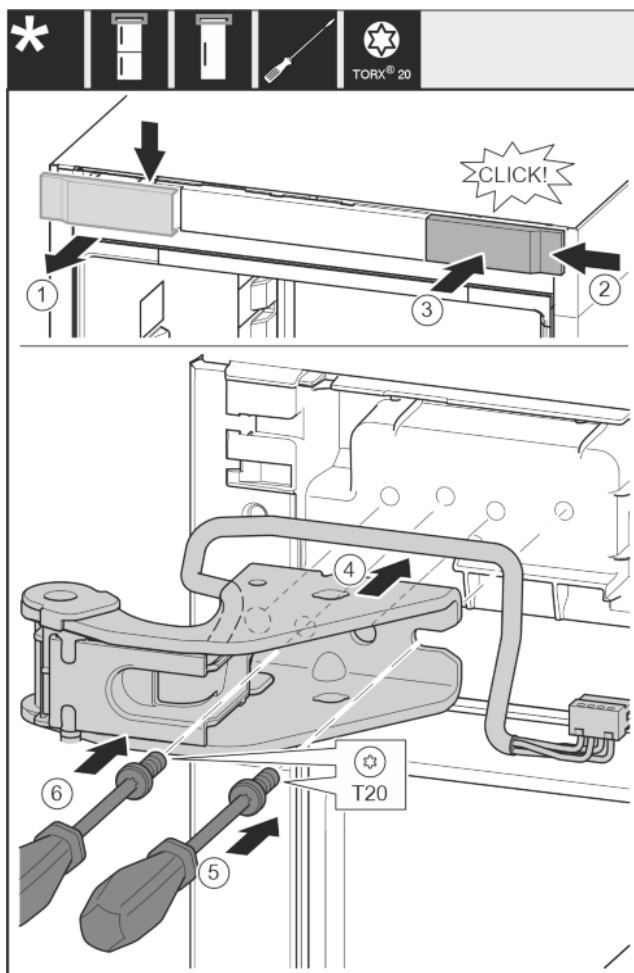

Fig. 25
- ▶ Rimuovere la copertura dall'alto in avanti. Fig. 25 (1)
- ▶ Ruotare la copertura di 180° e agganciarla sull'altro lato da destra. Fig. 25 (2)
- ▶ Innestare la copertura. Fig. 25 (3)
- ▶ Applicare il blocco di supporto superiore. Fig. 25 (4)
- ▶ Applicare la vite con il cacciavite T20 e serrare. Fig. 25 (5)
- ▶ Applicare la vite con il cacciavite T20 e serrare. Fig. 25 (6)